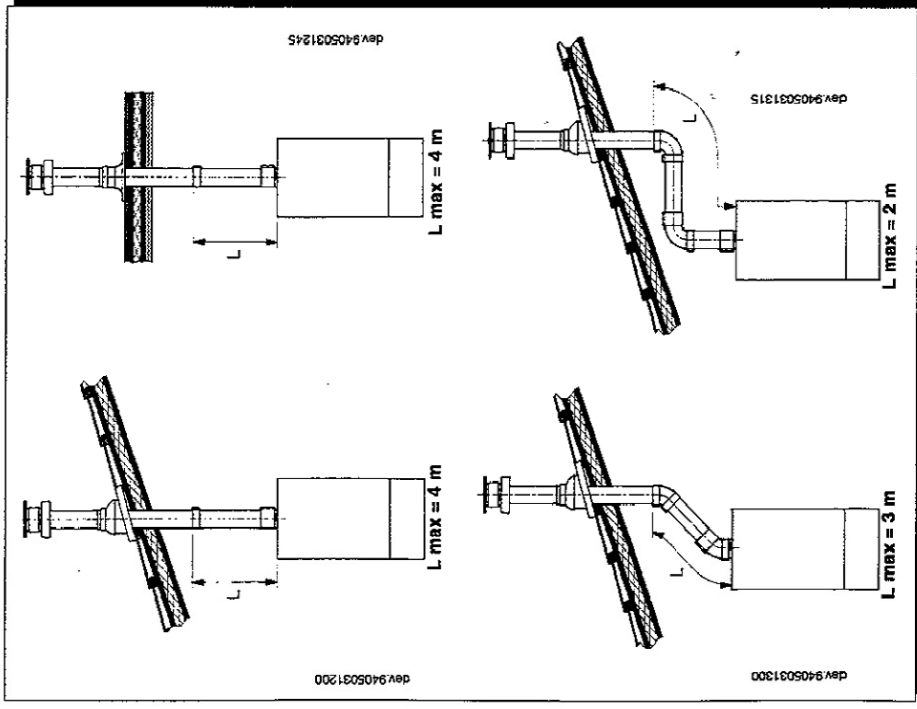

Figure 5
- * enlever les deux vis qui fixent le tableau de commande à la chaudière puis le faire basculer vers le bas (figure 5 de la page 9);